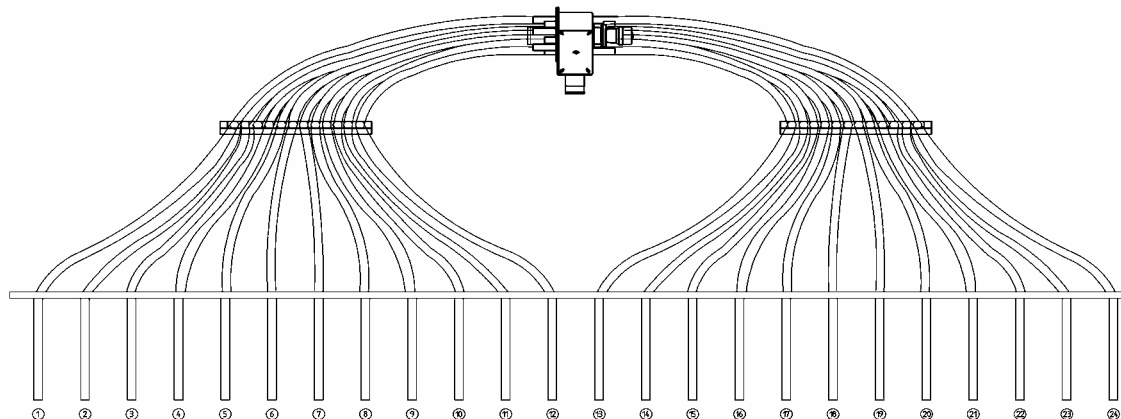

Abb. 3.4 Anschluss der Ablaufschläuche / Fig. 3.4 Connecting the discharge hoses
- siehe Schlauchanschlussplan (Seite 6) sowie Abb. 3.4
- see hoses' connections (page 6) and fig. 3.4
Achtung! Diese Schlauchanschlusspläne gelten nur, wenn die Schläuche wie folgt (siehe Abb. 3.4) verlegt werden.
Caution! These hoses connections only apply, when hoses are installed as in following Fig. 3.4.